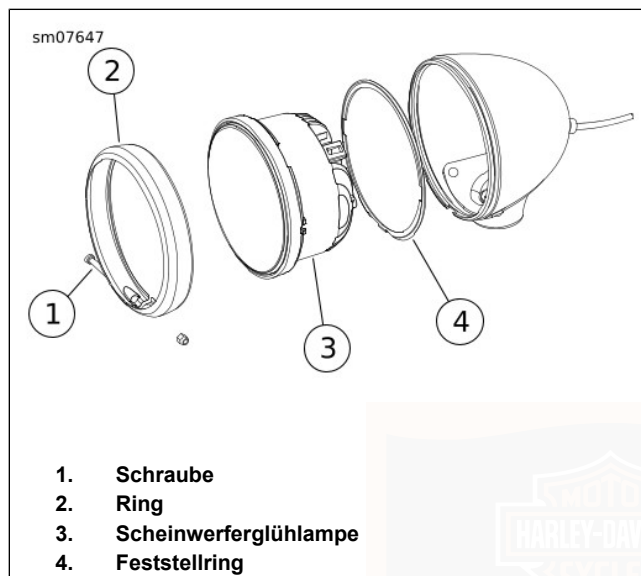

Abbildung 155. Scheinwerferbaugruppe
1. Siehe Abbildung 155. Die Schraube (6) und die Mutter (5) entfernen. Den Zierring (1) vom Scheinwerfergehäuse (3) entfernen.
2. Die Scheinwerferglühlampen-Baugruppe (2) und den Feststellring (4) entfernen.
1. Siehe Abbildung 155. Den Feststellring (4) auf die Rückseite der **neuen** Scheinwerferglühlampen-Baugruppe (2) setzen, wobei die Ausrichtung von der Glühlampe wegzeigen muss.
6. Den Zierring (1) am Scheinwerfergehäuse (3) anbringen, dabei die Schraube (6) und die Mutter (5) an der Unterseite zentrieren. Festziehen.